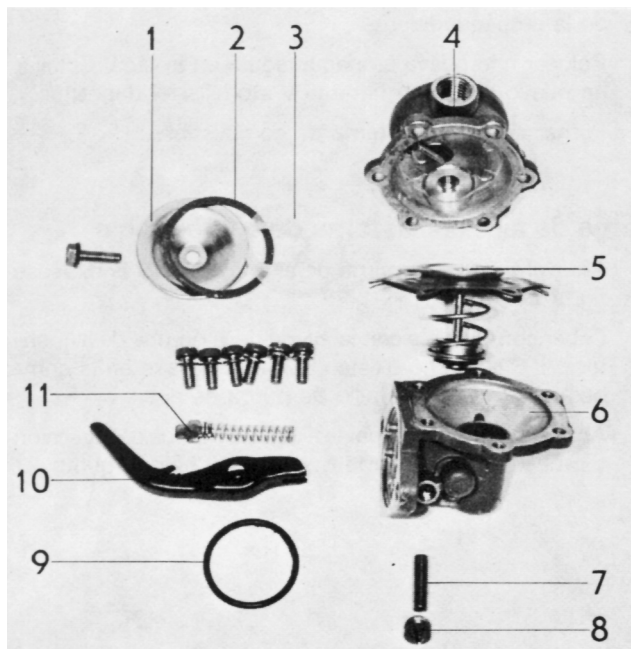
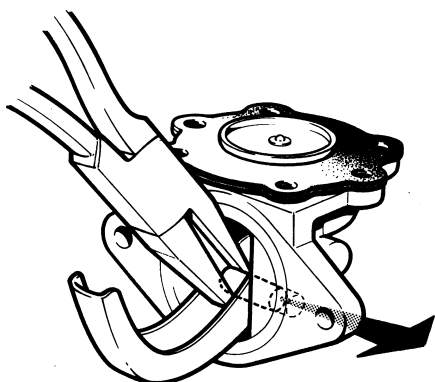

Fig. 46. Matarpump
Fig. 47. Losstagning av hävarm
2. Tag bort returfjäders (11, fig. 46) och skruven (8). Skjut ur hävarmens axel med hjälp av en spetsig tång, se fig. 47. Drag ur hävarmen och membranet.
Lossa och tag bort locket (1, fig. 46). Tag ur och blås ren silen (3). Kontrollera packningen (2) före monteringen. Byt vid behov ut den mot en ny.